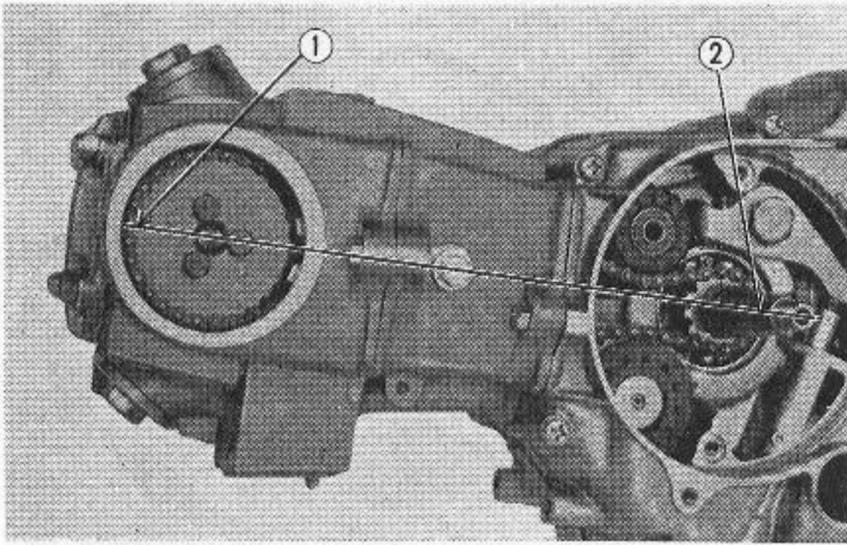
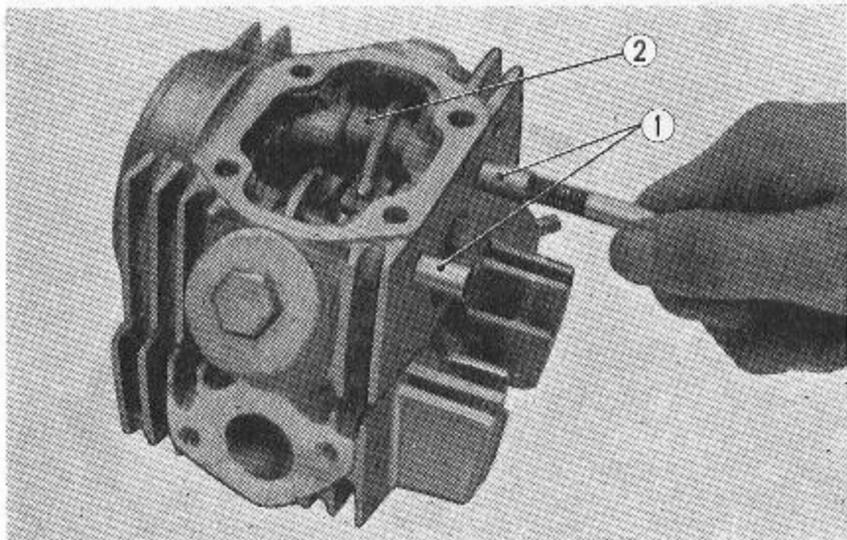
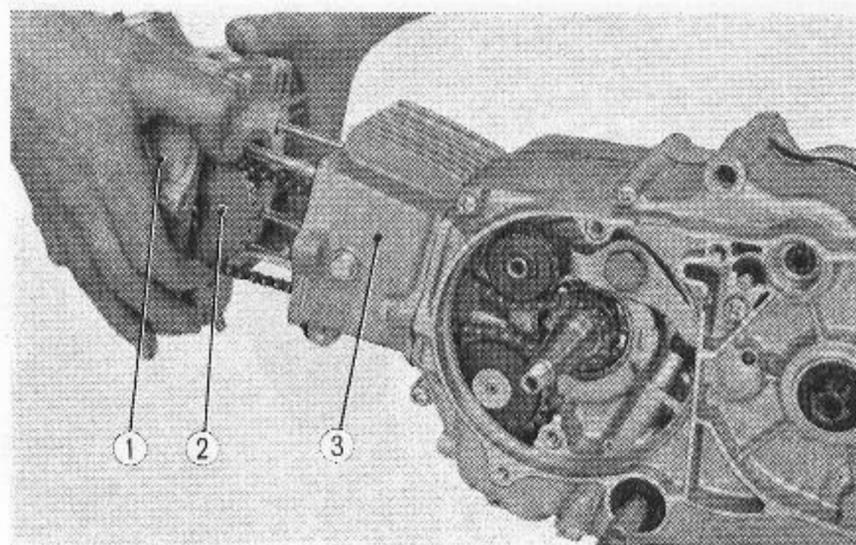

Abb. 3.19 Nockenritzel ausbauen
Abb. 3.20 Kipphebel und Kipphebelwelle ausbauen
Abb. 3.29 Zylinderkopf einbauen
(4) Kurbelwelle drehen, bis sich der Kolben auf oberem Totpunkt befindet, d. h. der Scheibenkeil an der Kurbelwelle und die O Marke am Nockenritzel mit der Zylinderachse in Übereinstimmung gebracht. Danach die drei 5 mm Befestigungsbolzen vom Nockenritzel lösen und das Ritzel von der Nockenwelle abbauen. (Abb. 3.19)
(5) Die 6 mm Sechskant- und Hutmuttern von Zylinderkopfdeckel lösen und Zylinderkopfdeckel abnehmen. Dann den 6 mm Sechskant-Zylinderkopfbolzen am linken Flansch lösen und den Kopf vom Zylinder abnehmen.
(6) Einlaß- und Auslaß-Kipphebelwelle von rechts herausziehen, Kipphebel herausnehmen und Nockenwelle ausbauen. (Abb. 3.20)
(2) Ventilschaft, Kipphebelwelle und Nockenwelle mit Motoröl abschmieren, bevor sie in den Kopf eingebaut werden. (Abb. 3.29)
(3) Muttern am Zylinderkopfdeckel gleichmäßig diagonal anziehen (Anzugsmoment 90~120 kg/cm).
(4) Beim Einbau von Nockenritzel und Nockenwellenkette den Kurbelwellenscheibenkeil und die O-Markie am Nockenritzel auf Kolbenmittelachse in Übereinstimmung bringen. (Abb. 3.19)